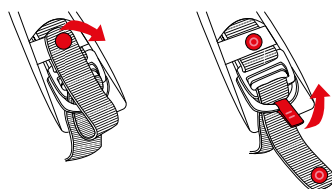

figure 4
- Чтобы расстегнуть подбородочный ремешок, отстегните пуговицу и потяните вниз клапан красного цвета (рисунок 4, стр. 104).